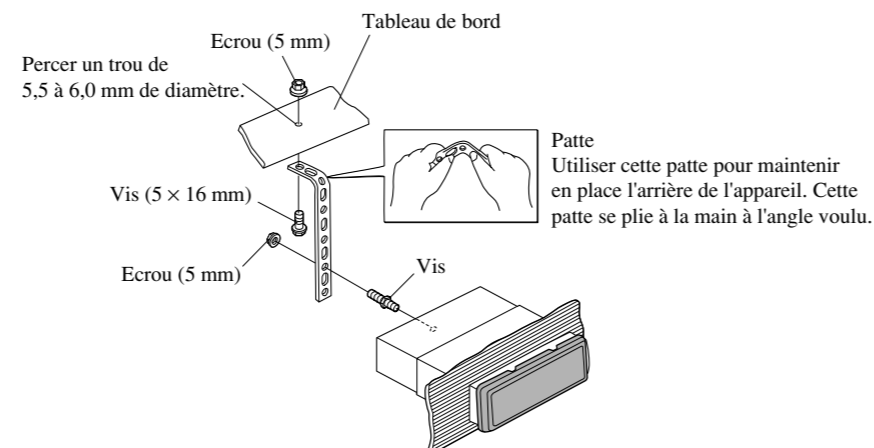

Fig. 6
**Installation sans la bague en caoutchouc (Fig. 6)**